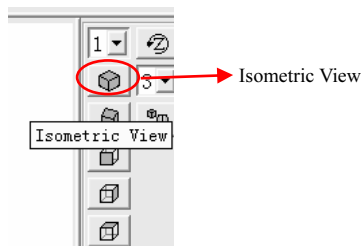
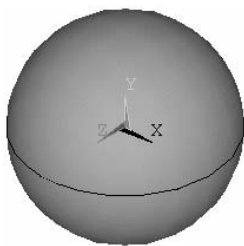

图 2-46 视图工具条
图 2-47 球体中的全局坐标系
(1) 依次选择 Main Menu>Preprocessor>Modeling>Create>Volumes>Sphere>Solid Sphere，弹出“Solid Sphere”窗口。在“Radius”后的方框中输入“0.1”，再单击“OK”按钮生成一个球体。
(2) 单击操作界面右侧视图工具条上的“Isometric View”按钮（见图 2-46），将视图转换为轴测图（见图 2-47），以便观察。
(3) 注意观察图 2-47 中的全局坐标系（由 X、Y、Z 表示），接下来将要显示工作坐标系，初始时这两个坐标系是重合的。依次选择 **Utility Menu>WorkPlane>Display Working Plane**，此时工作坐标系出现（由 WX、WY、WZ 表示）（见图 2-48）。